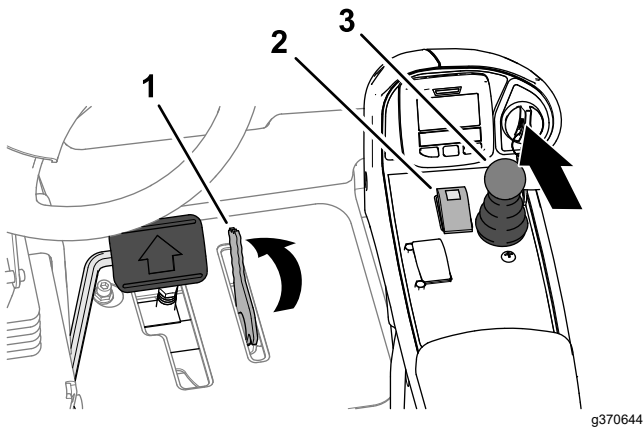

Bild 169
3. Stellen Sie den Hebel für den Mähgeschwindigkeitsbegrenzer nach vorne in die MÄHEN-Stellung (Bild 169).